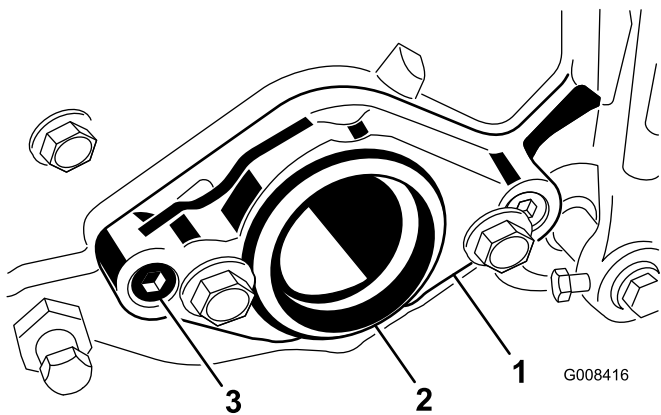

図 8
2. カuttingユニット右側のベアリング・ハウジングについているプラスチック製のプラグを外す (図 8)。
3. Cuttingユニットの右側でモータ・マウントを固定している六角ネジ (2本) を外す。モータ・マウント取り付け部を取り外す (図 8)。
6. 先ほど図 8で取り外した六角ネジ2本を使って、Cuttingユニットの左側にモータ取り付け。各ねじを 12-15 ft-lbs. (16-20 N-m=1.66~2.07 kg.m) にトルク締めする。